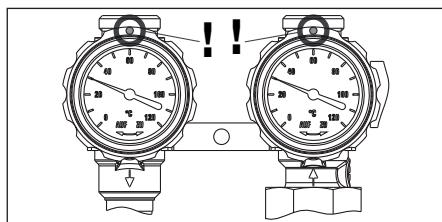

Fig. 6.11 Position des robinets à tournant sphérique
- Vérifier la position des robinets à tournant sphérique de la station solaire. Ils doivent être positionnés comme indiqué sur la fig. 6.11 (position angulaire des manettes des thermomètres sur l'aller et le retour: 0°).